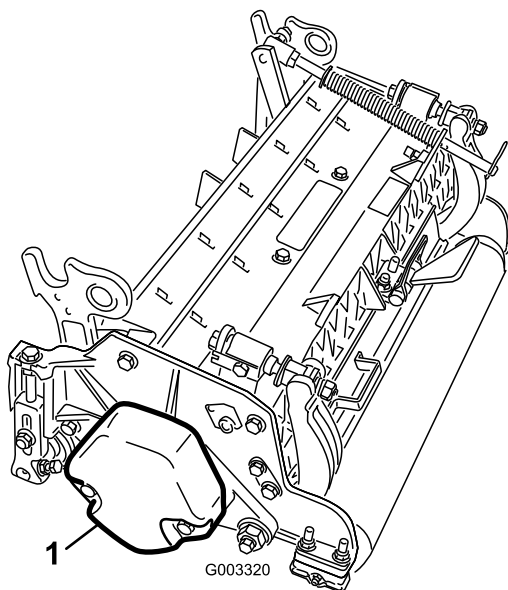

図 5
3. カウンタウェイト 図 5を、決められた側に取り付けるカッティングユニットのオペレーターズマニュアルを参照。